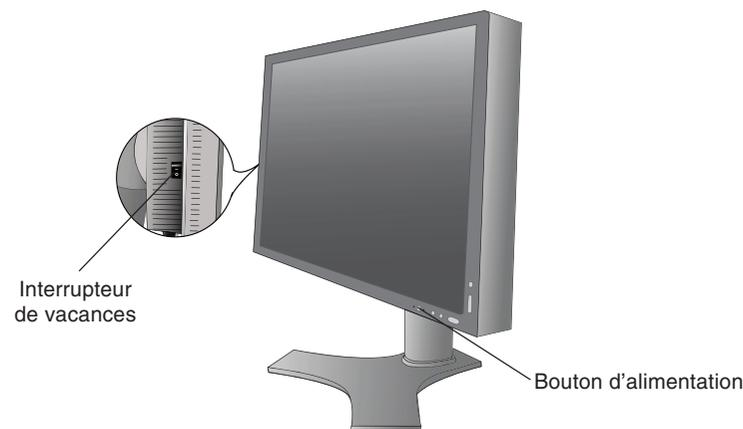

Figure E.1
- L'interrupteur de vacances situé sur le côté gauche du moniteur doit être allumé. Allumez le moniteur avec le bouton d'alimentation situé à l'avant (**Figure E.1**) ainsi que l'ordinateur.